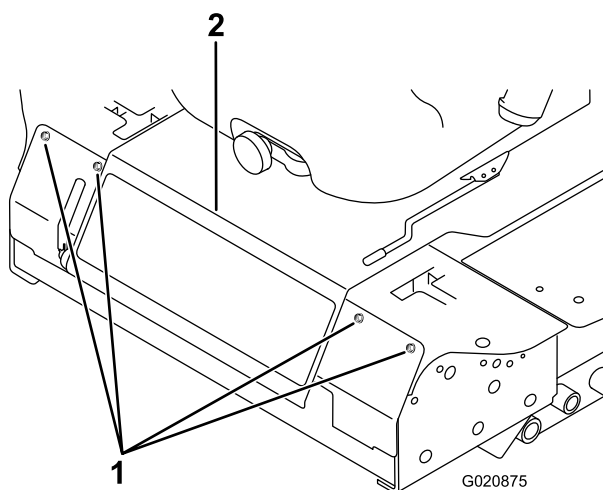

Figura 85
3. Afloje los pernos del panel delantero y retire el panel (Figura 85).